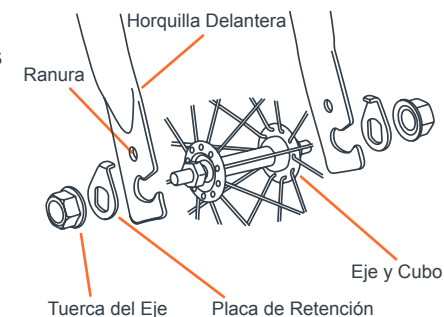

Fig. 3
3) • Inserte la placa de retención en el eje de la rueda. La clavija en la punta de la placa debe colocarse hacia adentro, de cara a la horquilla. Debe alinear la clavija de la placa con el agujero antes de atornillar las tuercas para asegurar la rueda (Fig. 3).